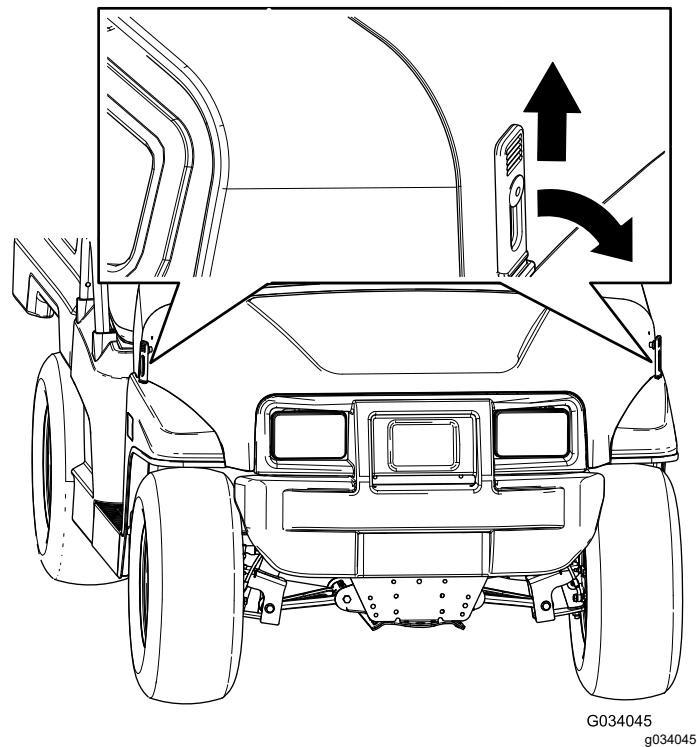

Figura 24
- Sujete el capó alineando los cierres de goma con los anclajes situados en cada lado del capó (Figura 24).
- Tire hacia arriba de los cierres de goma de cada lado del capó (Figura 24).